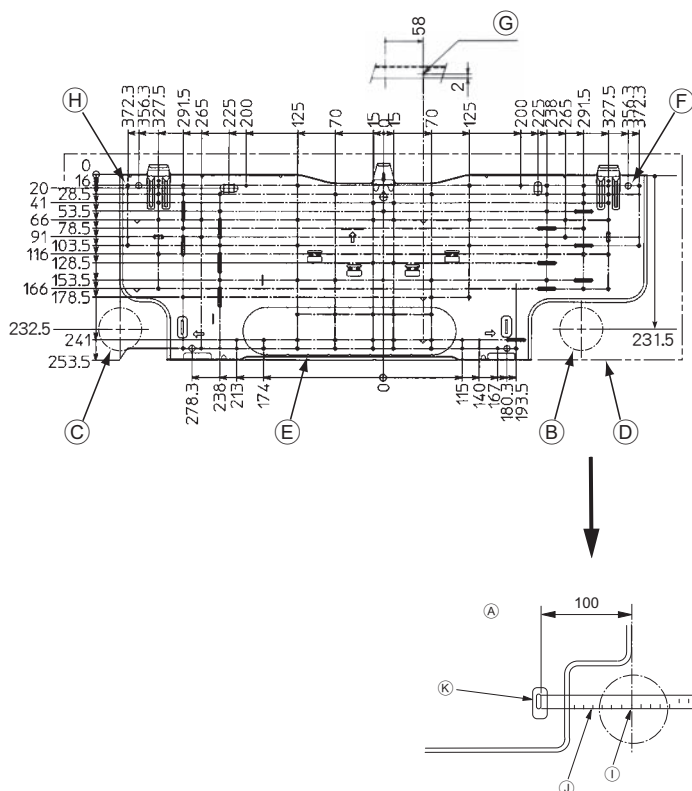

Рис. 3-2
■ PKFY-P-VHM-E (Рис. 3-2)
- А Монтажная плата ①